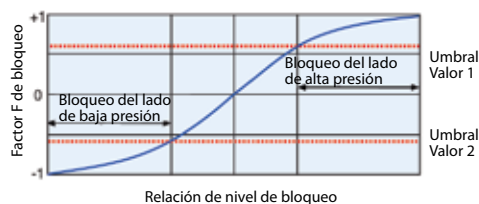

Figura 8. Relación entre factor F de bloqueo de un lado y bloqueo
La figura 7 muestra la diferencia en el coeficiente de correlación de fluctuación $CorL$ para la presión diferencial y el lado de baja presión entre el estado normal y el estado de bloqueo del lado de alta presión. Cuando la fluctuación de presión del lado de baja presión y la fluctuación de presión diferencial se grafican como variables aleatorias en un diagrama de dos dimensiones, el valor $CorL$ para estado de bloqueo de alta presión se acerca a menos uno (-1). Por otro lado, aunque no se muestra en la figura, el valor de coeficiente de correlación $CorH$ para las variables aleatorias para la fluctuación de presión de alta presión y la fluctuación de presión diferencial en el lado de baja presión se acerca a uno (1). La función de diagnóstico F , que se obtiene de combinar los valores $CorL$ y $CorH$ basados en la ecuación principal de la figura 8, y que se normaliza a más/menos uno (± 1), se utiliza para el diagnóstico de bloqueo de impulso de línea. Cuando la función se acerca a uno (1), se diagnostica como bloqueada la línea de impulso del lado de alta presión, y cuando el valor se acerca a menos uno (-1), se diagnostica como bloqueada la línea del lado de baja presión.